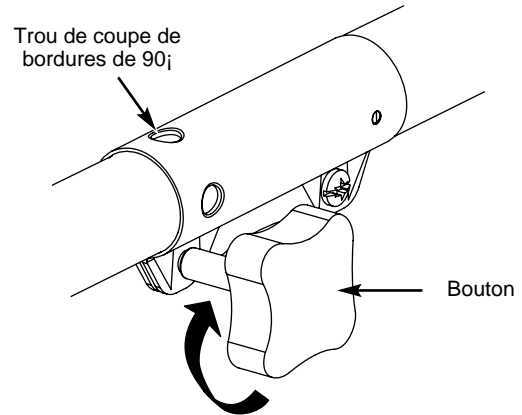

Fig. 25
3. Serrez le bouton en le tournant à droite (Fig. 25).
Pour couper les bordures à l'aide de la tête d'accessoire de coupe sur les modèles EZ-Link^{MC}, verrouillez le bouton de déclenchement de l'accessoire de coupe dans le trou de 90° (Fig. 25).